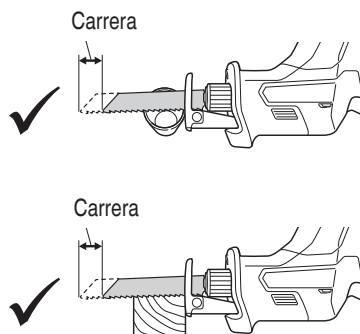

Fig. 17
- Seleccione una hoja de sierra del largo más apropiado. Idealmente, la longitud que sobresale de la base de la hoja de sierra después de restar la cantidad de carrera debe ser mayor que el material (Fig. 17).